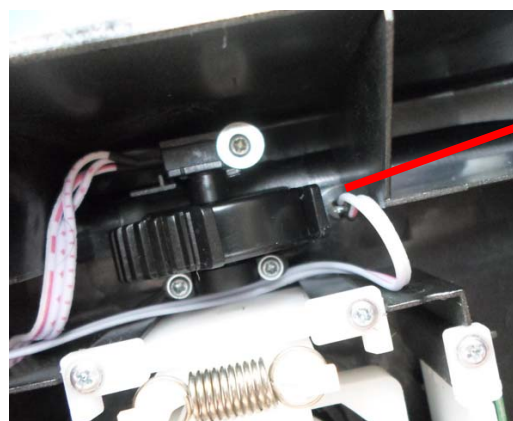

Рис. 1.4.
4. Припаяйте проводники к выводам светодиода, вставьте его в подготовленное отверстие и закрепите термоклеем (рис. 1.4).